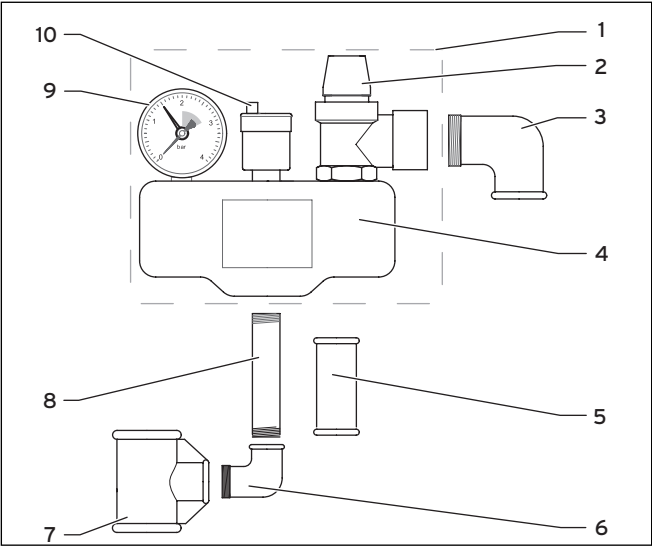

Fig. 3.1 Groupe de sécurité
- Vérifiez le contenu de la livraison à l'aide de la fig. 3.1 et du tabl. 3.1.
- Vérifiez chaque année et à chaque mise en fonctionnement la fonctionnalité de la soupape de sécurité (2, fig. 3.1).